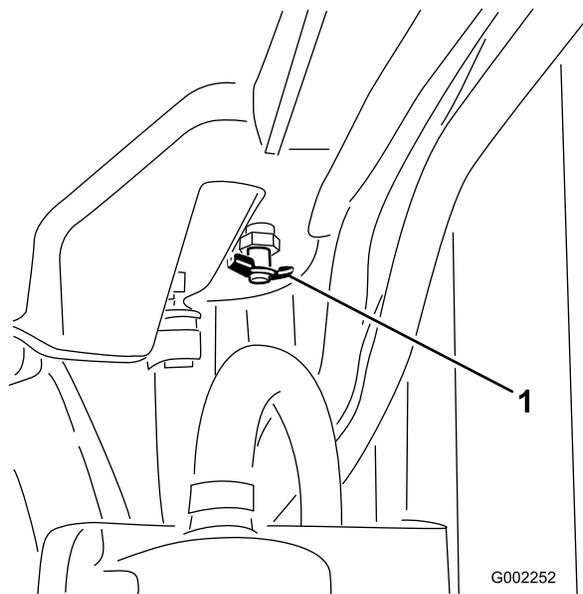

Figura 86
- Aprite la valvola di spurgo e spurgate il refrigerante nella bacinella (Figura 86).
- Togliete il tappo del radiatore (Figura 86).
- Una volta riscaldato il refrigerante, rabboccate il livello del refrigerante alla superficie di tenuta del tappo e serrate il tappo (Figura 86).
- Aprite il tappo del vaso di espansione e riempite il vaso con refrigerante fino al livello Freddo (Figura 86).